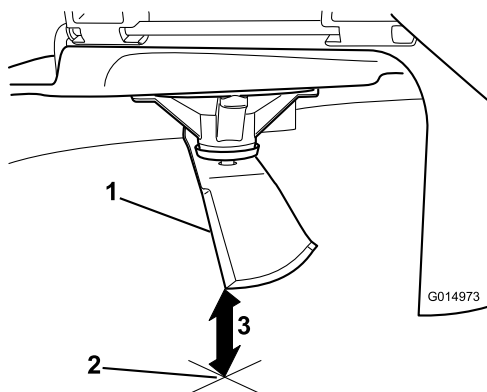

Bild 65
3. Messen Sie von der Messerspitze bis zu ebenen Fläche (**Bild 65**).